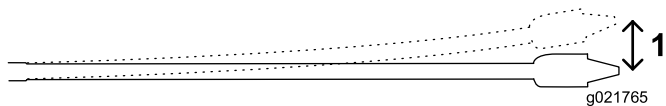

Figura 49
As hastes de 3 m (10 pés) utilizadas nesta máquina podem ser flexionadas até uma curvatura de 8% ao longo do comprimento da haste, o que equivale a um desvio máximo de 20 cm (8 pol.) em relação à trajetória reta (Figura 49).
- Os primeiros 3 m (10 pés) da cabeça de perfuração/hasteamento são introduzidos no solo sem aplicar direcionamento. A extremidade da cabeça de perfuração estará a uma profundidade de 76 cm (30 pol.) (Figura 49).